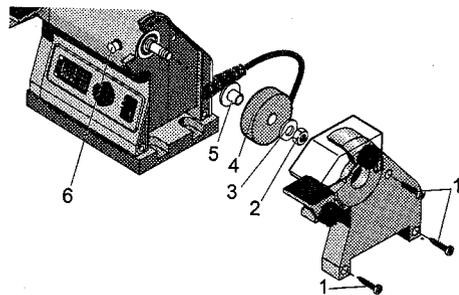

Fig. 6
1. Befestigungsschrauben 1 (Fig. 6) der seitlichen Abdeckung herausdrehen und Abdeckung entfernen.